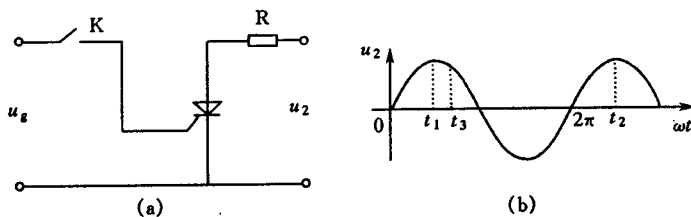

图 1-5 例题 1.4 图
(2) R 上的波形如下:
**例题 1.4** 电路与波形示于图1-5(a), (b)。若在  $t_1$  时刻合上 K, 在  $t_2$  时刻断开 K, 求负载电阻上的电压波形。若在  $t_1$  时刻合上 K,  $t_3$  时刻断开 K, 输出电压的波形又如何 ( $u_g$  宽度大于  $360^\circ$ )?